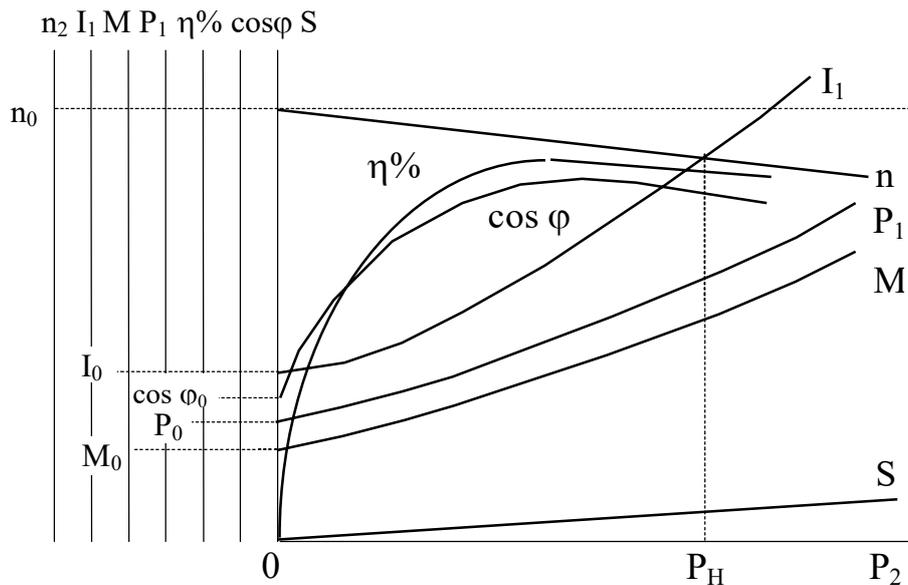

Рис. 5.6. Рабочие характеристики асинхронного двигателя
Эксплуатационные свойства асинхронного двигателя определяются его рабочими характеристиками. Рабочими характеристиками называют зависимости частоты вращения ротора  $n_2$ , тока статора  $I_1$ , момента  $M$ , потребляемой мощности  $P_1$ , коэффициента полезного действия  $\eta$ , коэффициента мощности  $\cos\varphi$  и скольжения  $s$  от полезной мощности  $P_2$  на валу двигателя (рис. 5.6).
**По данным табл. 5.2 постройте рабочие характеристики (рис. 5.6).**